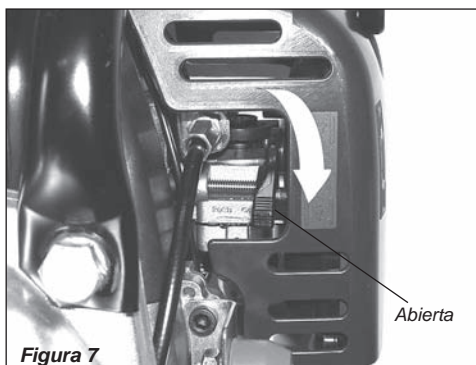

Figura 7
5. Cuando el motor arranque, desplace lentamente la palanca del estrangulador a la posición "ABIERTA". Ver la Figura 7. (Si el motor se detiene tras el arranque inicial, cierre el estrangulador y vuelva a arrancarlo).